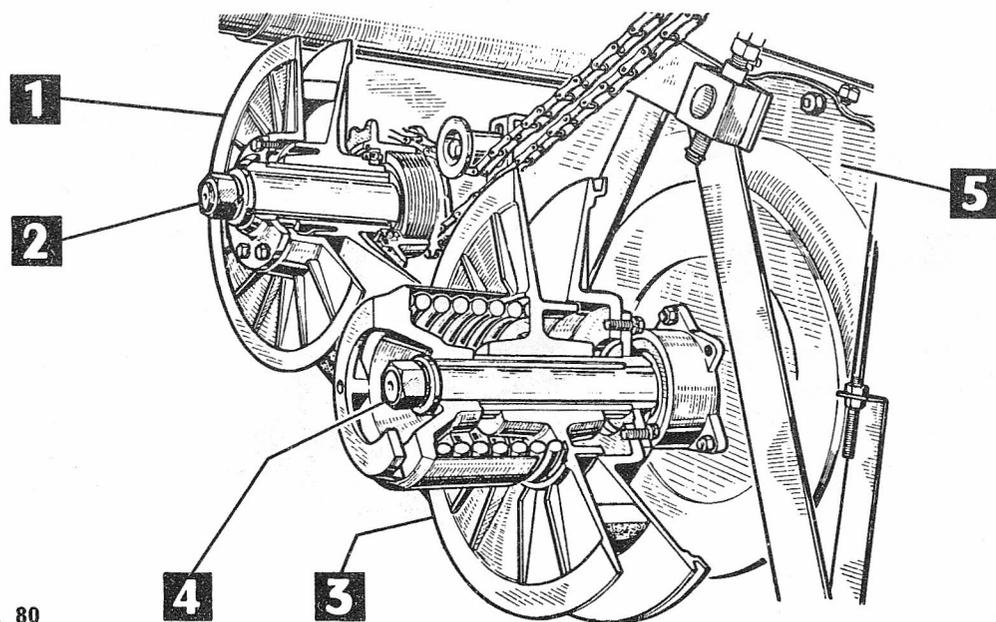

FIG. 80
- mettere l'estrattore sul disco esterno condotto (3 - fig. 80) in modo da tenere compresso il mollone;
- fare salire la cinghia sopra il bordo del disco conduttore (1) ed estrarla.
rifica, aggiungere dei pesi sotto i dadi della spranga più leggera. Qualora si voglia smontare il battitore, bisognerà togliere il coperchio laterale (5 - fig. 80) sulla fiancata destra della cassa e sfilarlo; naturalmente occorrerà smontare prima la cinghia del variatore, il gruppo dischi condotti, la catena di comando, i tiranti del controbattitore ed il supporto sinistro dell'albero battitore.